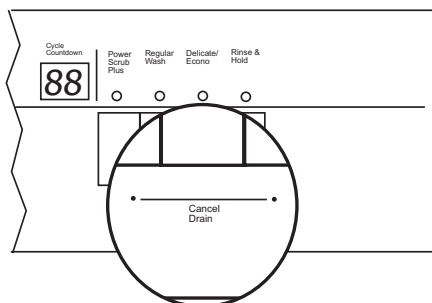

Figure 24/Ilus. 24
1. Press and hold for three seconds the two buttons indicated by the two dots labelled "Cancel Drain", as shown in Figure 24.
1. Presser et maintenir pendant 3 secondes les deux touches indiquées par deux points «Annuler vidange», comme à la figure 24.
1. Pulse y oprima por tres segundos los dos botones señalados por los dos puntos rotulados "Cancel Drain" (es decir Cancelar Evacuación) como muestra la Ilustración 24.